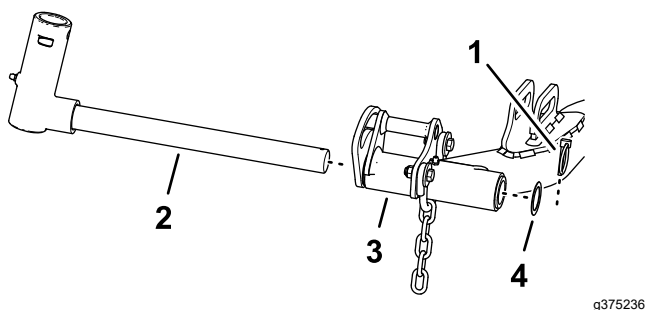

Figura 27
1. Îndepărtați tiftul de prindere i aiba care fixează axul pivot al braului de ridicare pe braul de ridicare i glisați arborele pivotului în afara braului de ridicare (Figura 27).